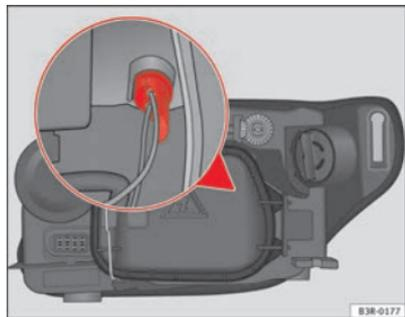

Fig. 207 Lámpara luz de posición
- Extraiga el portalámparas asiéndolo por la empuñadura ⇒ fig. 207 (también se puede extraer tirando de los cables del portalámparas).